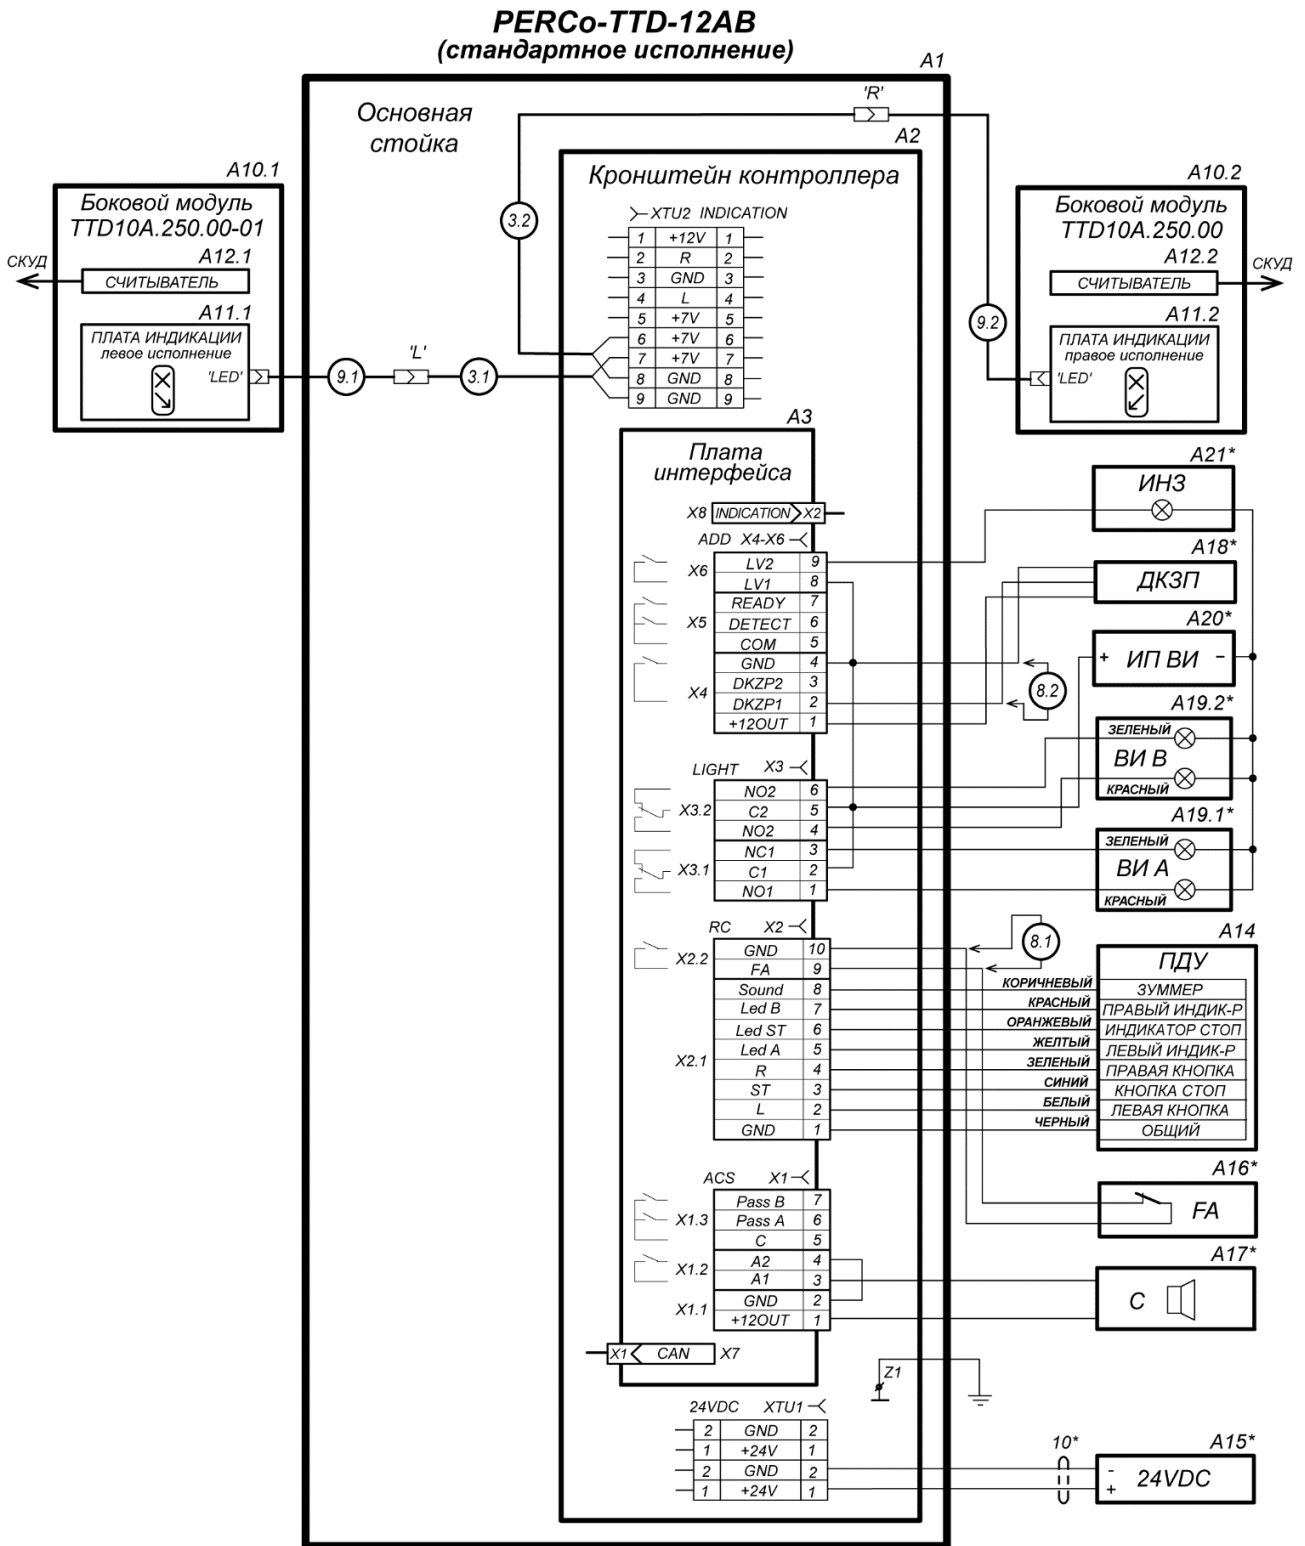

Рисунок 16. Схема соединений турникета и дополнительного оборудования для стандартной модификации PERCo-TTD-12AB¹
² На схеме рис. 16 показан один из вариантов подключения питания картоприемника, кабель питания в комплект поставки не входит.
3. При необходимости прокладки кабелей под поверхностью пола подготовьте в полу кабельный канал, подходящий к зоне ввода этих кабелей в стойку турникета. Прокладка кабелей внутри стойки показана на рис. 16.